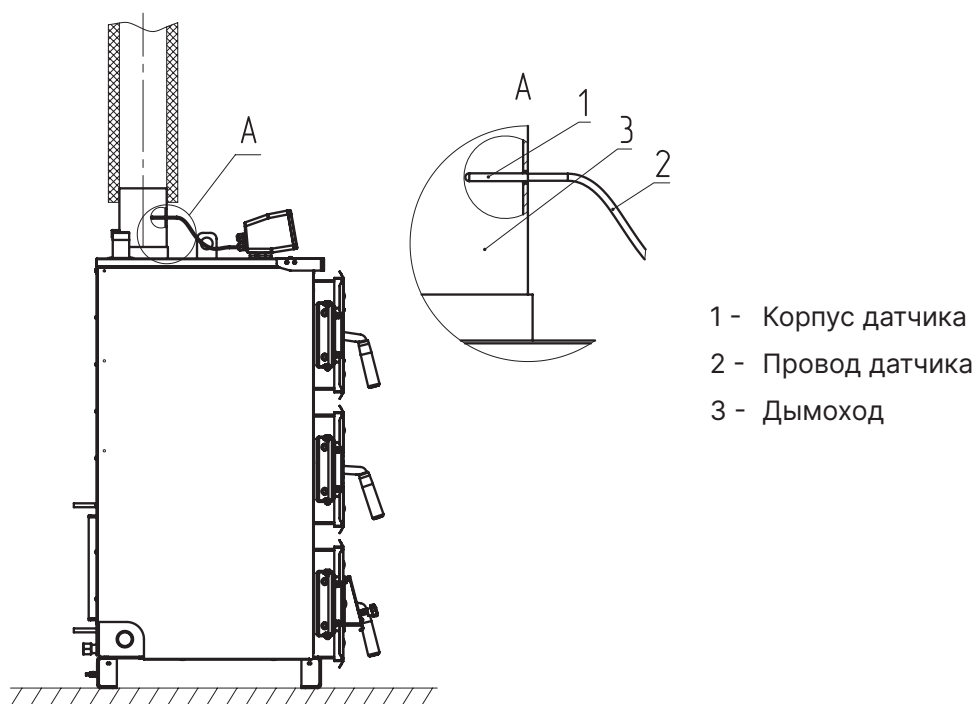

Рис.11 Установка датчика дымовых газов
1. Просверлите два отверстия $D = 3 \text{ мм}$ на патрубке дымохода (**Рис.11, поз.3**) для саморезов и одно отверстие $D = 8 \text{ мм}$ под гильзу датчика температуры дымовых газов, используя пластину датчика Pt1000 как шаблон как показано на **Рис.11**.